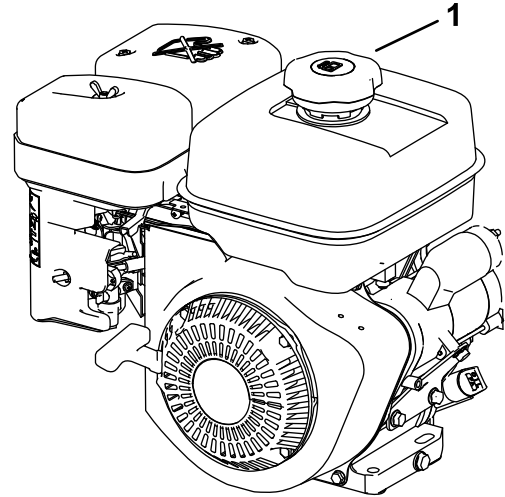

Bild 1
3. Reinigen Sie den Bereich um den Tankdeckel herum und nehmen Sie den Deckel ab (**Bild 1**).
4. Füllen Sie Kraftstoff (**Bild 1**) in den Tank, bis der Füllstand 6 mm bis 13 mm unter der Tankoberseite steht. **Nicht in den Einfüllstutzen des Tanks füllen.**
3. Reinigen Sie den Bereich um den Tankdeckel herum und nehmen Sie den Deckel ab (Bild 1).